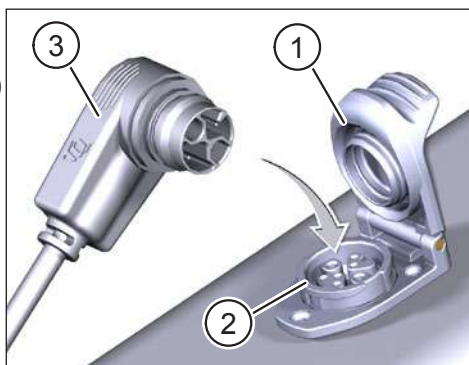

Fig. 1: Cargar Battery
- Despliegue la tapa (Pos. 1 en Fig. 1) del puerto de carga (Pos. 2 en Fig. 1) del cuadro de la bicicleta.
- Alinee el enchufe de carga (Pos. 3 en Fig. 1) del cargador o Range Extender de forma que los códigos de enchufe del enchufe de carga y del puerto de carga coincidan (consulte Fig. 1).
- Introduzca el enchufe de carga (Pos. 3 en Fig. 1) del cargador o Range Extender en el puerto de carga.